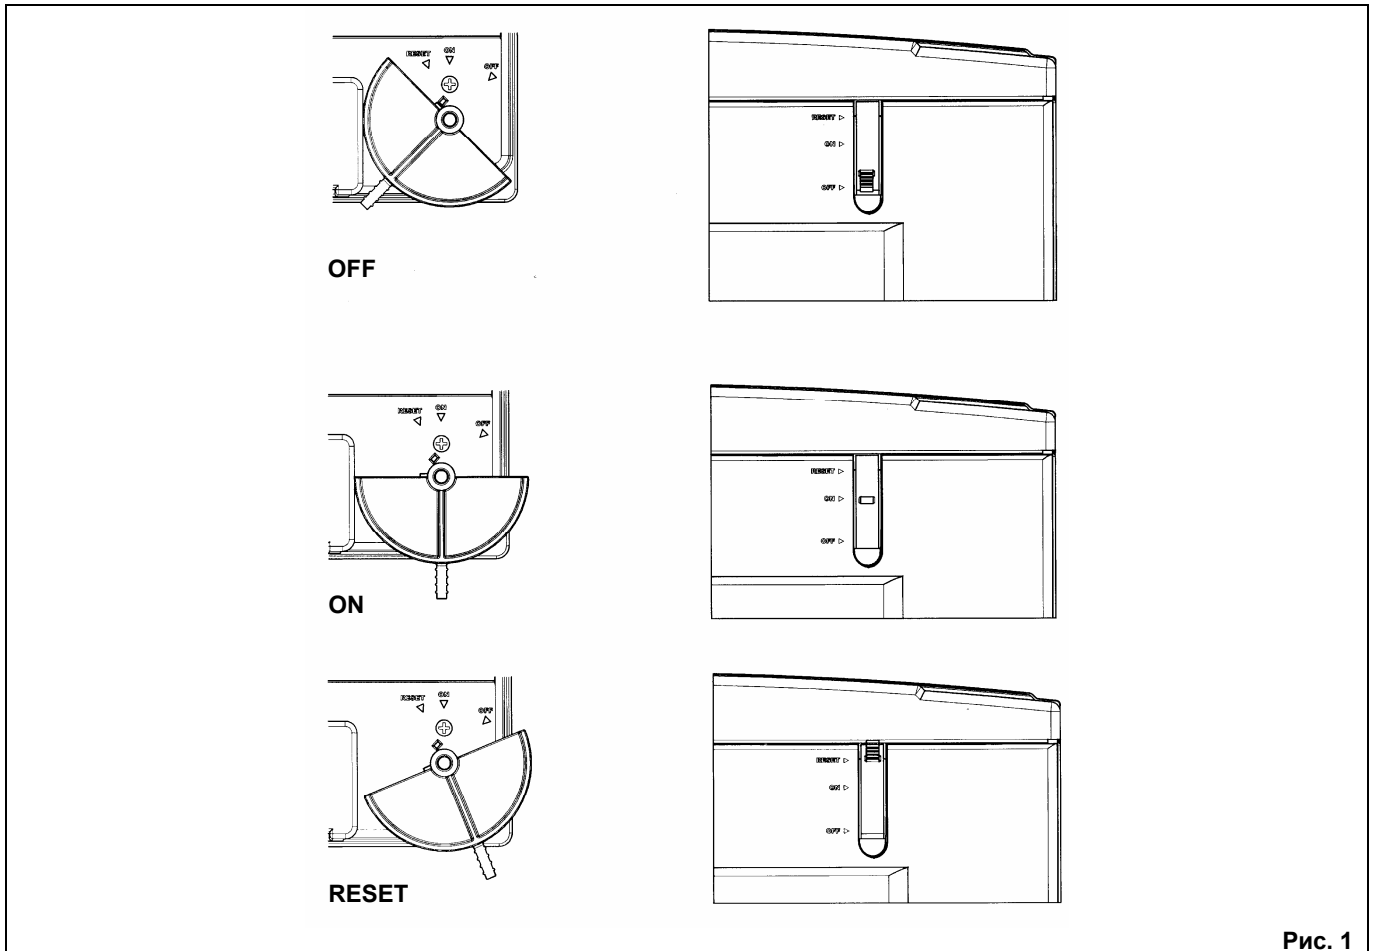

Рис. 1
3) установить переключатель (рис. 1), расположенный в нижней части котла, в позицию «ON».
Допускается не более 5 последовательных попыток перезапуска котла, затем на дисплее QAA73 появится надпись «**BMU ERRORE 155**». В этих условиях перезапуск котла можно осуществить с помощью переключателя **ON/OFF/RESET**, расположенного в нижней части котла (рис.1).
Рекомендуем заполнять систему отопления очень медленно, для облегчения стравливания воздуха. В конце данной операции необходимо перезапустить котел, для чего на короткое время установите переключатель режимов (рис.1) в положение «OFF».
Для выключения котла поверните переключатель (рис. 1) в положение «OFF»; при этом от котла отключается электропитание.
- переключатель режимов (рис.1) не установлен в положение OFF;